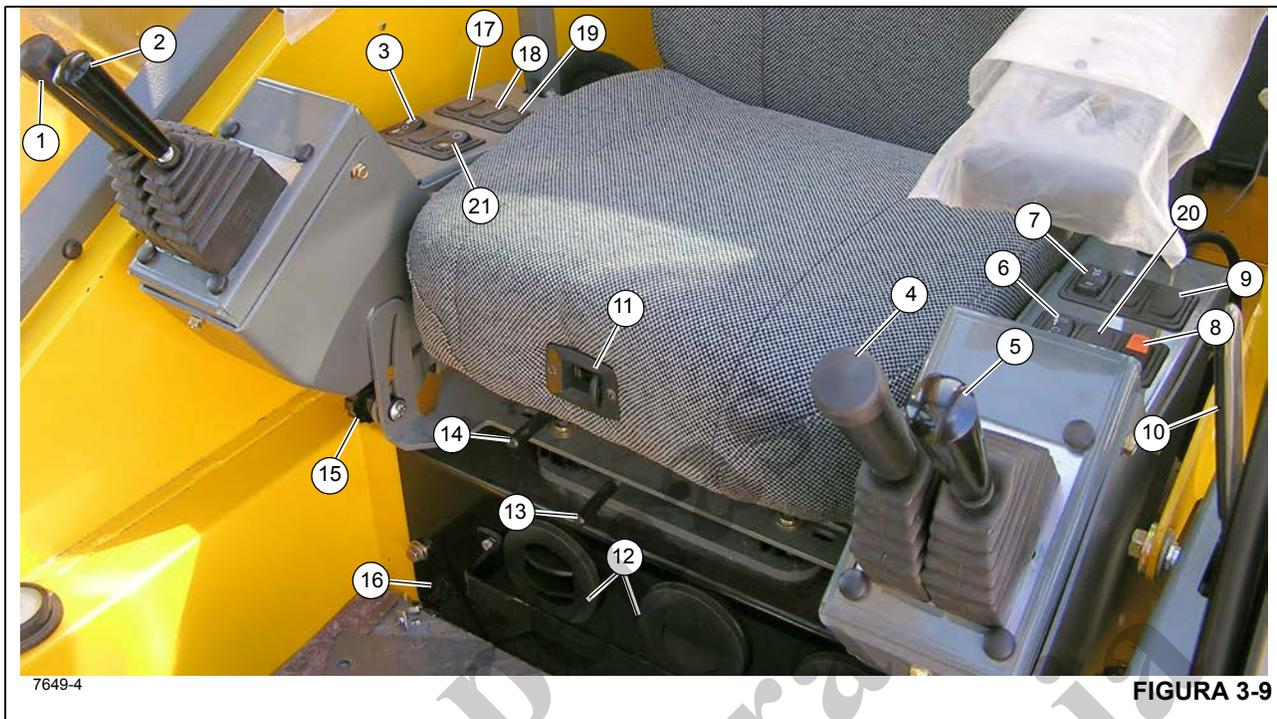

FIGURA 3-9
O indicador de entre-eixos bloqueado (22, Figura 3-7) localiza-se no mostrador de indicadores da coluna de direção. Esse indicador acende quando a Chave de bloqueio do diferencial (10, Figura 3-9) é pressionada para a posição Lock (bloqueado); na posição Bloqueado não há ação diferencial entre as rodas.
Números dos itens da Figura 3-9
O controle do guincho principal (1, Figura 3-9) localiza-se no apoio de braço direito. O joystick, quando empurrado para a frente abaixa o cabo. Quando puxado para trás ele eleva o cabo.
O controle de elevação da lança (2, Figura 3-9) localiza-se no apoio de braço direito. Quando empurrado para a frente o joystick abaixa a lança, puxado para trás ele eleva a lança.
A chave seletora da velocidade do guincho principal (3, Figura 3-9) é uma chave de três posições fixas (Alta/desligada/baixa) (High/Off/Low) localizada no apoio de braço direito. Colocada na posição Alta, permite a operação das funções do guincho principal e energiza o solenoide de velocidade Alta do guincho principal, proporcionando altas velocidades do cabo. Colocada na posição central, Off (Desligada), a elevação é impedida. Colocada na posição Low (Baixa), permite a operação das funções do guincho principal e desenergiza o solenoide de velocidade alta do guincho principal, proporcionando baixas velocidades do cabo.
O controle do guincho auxiliar (4, Figura 3-9) localiza-se no apoio de braço esquerdo. O joystick controla as funções do guincho auxiliar; empurre o joystick para a frente para soltar o cabo do guincho ou puxe a alavanca para trás para enrolar o cabo.
A chave seletora da velocidade do guincho principal (6, Figura 3-9) é uma chave de três posições fixas (Alta/desligada/baixa) (High/Off/Low) localizada no apoio de braço esquerdo. Colocada na posição High (Alta), permite a operação das funções do guincho auxiliar e energiza o solenoide de velocidade Alta do guincho auxiliar, proporcionando altas velocidades do cabo. Colocada na posição central, Off (Desligada), a elevação é impedida. Colocada na posição Low (Baixa), permite a operação das funções do guincho auxiliar e desenergiza o solenoide de velocidade alta do guincho auxiliar, proporcionando baixas velocidades do cabo.
A chave de controle da direção traseira (7, Figura 3-9) tem três posições, centralizada por mola na posição desligada e está localizada no apoio de braço esquerdo. Pressione a parte inferior da chave para acionar uma válvula de controle para virar as rodas traseiras para à esquerda fazendo com que o guindaste vire para a direita. Pressione a parte superior da chave para acionar uma válvula de controle para virar as rodas traseiras à direita fazendo com que o guindaste vire para a esquerda. Quando as rodas não estiverem centralizadas a luz de rodas traseiras não centralizadas, na coluna de direção, acende. Ao soltar, a chave retorna para a posição central desligada.
A chave de controle do freio de giro (8, Figura 3-9) localiza-se no apoio de braço esquerdo. Esta chave de duas posições (On/Off) (Ligada/Desligada) é usada para controlar uma válvula hidráulica que direciona um fluxo regulado de pressão do e para o freio de giro. Com a chave na posição On (Ligada) o freio de giro será acionado, na posição Off (Desligada) o freio de giro será liberado. Quando a chave estiver na posição On (Ligada), a luz indicadora vermelha na coluna de direção acende. A chave tem uma trava para evitar ativação acidental.
A Chave de controle de bloqueio do diferencial (9, Figura 3-9) localiza-se no apoio de braço esquerdo. É uma chave temporária de duas posições. Quando colocada na posição Lock (Bloquear), as estrias do colar de mudança se acoplam com as estrias da caixa do diferencial e os eixos e o conjunto do diferencial se travam ao mesmo tempo e o diferencial não atua entre as rodas. Quando colocada na posição Unlock (Desbloquear), há ação normal permanente do diferencial entre as rodas. O indicador âmbar na coluna de direção acende quando as chaves de proximidade em cada eixo forem ativadas.
Use a alavanca de liberação da porta da cabine (10, Figura 3-9) para abrir e fechar a porta da cabine do lado de dentro da cabine.
Para ajustar o encosto do banco, pressione o botão de ajuste (11, Figura 3-9) e ajuste o assento conforme a necessidade.
A unidade de controle do ar-condicionado/aquecedor da cabine (16, Figura 3-9) localiza-se na cabine, sob o assento do motorista. As saídas (12) fazem parte da unidade de controle climático e podem ser ajustadas para direcionar o fluxo de ar.
Movendo a alavanca de deslizamento do assento (13, Figura 3-9) apenas o assento desliza para a frente ou para trás.
Movendo a Alavanca de deslizamento da estrutura do assento (14, Figura 3-9), o assento e a estrutura do assento, com os controles do apoio de braço, deslizam para a frente ou para trás.
O apoio de braço e os controles do apoio de braço podem ser ajustados por meio dos botões de ajuste (15, Figura 3-9). Solte o botão e gire o apoio de braço até a posição desejada, reaperte o botão ao concluir o ajuste.
Os indicadores de rotação do guincho (HRI) para os guinchos auxiliar e principal localizam-se na parte superior da respectiva alavanca de controle (1,4, Figura 3-9). Cada indicador é acionado eletronicamente por um sinal de entrada originado por um sensor fixado ao guincho correspondente e por um sinal de saída de um módulo de controle. Cada alavanca de controle do guincho (1,4) pulsa quando o guincho correspondente estiver em funcionamento de maneira a ser sentida pelo polegar do operador.
A Chave de inclinação da cabine (17, Figura 3-9) localiza-se no apoio de braço direito. É uma chave temporária de três posições, centralizada por mola na posição desligada. Ela tem duas posições, para cima e para baixo, permitindo que a cabine seja inclinada para cima ou para baixo.